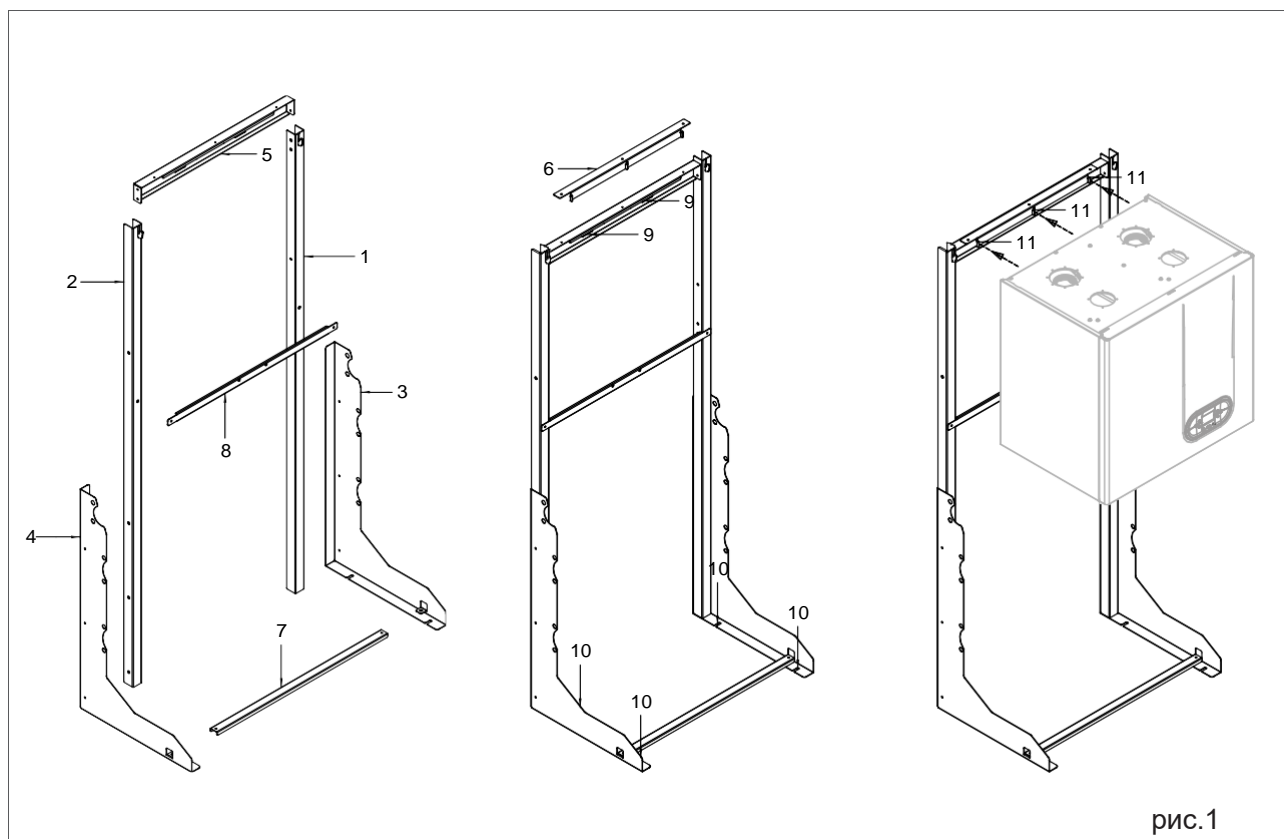

рис. 1
2. Соедините боковые профили 3 и 4 со стойками 1 и 2 (рис. 1).